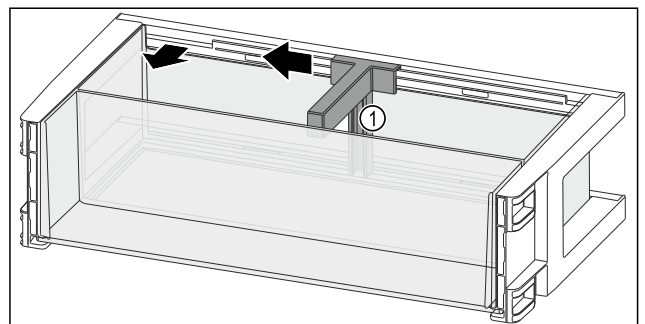

Fig. 110
- Spingere il fermabottiglie Fig. 110 (1) lateralmente fino all'incavo.
- Rimuovere il fermabottiglie Fig. 110 (1).